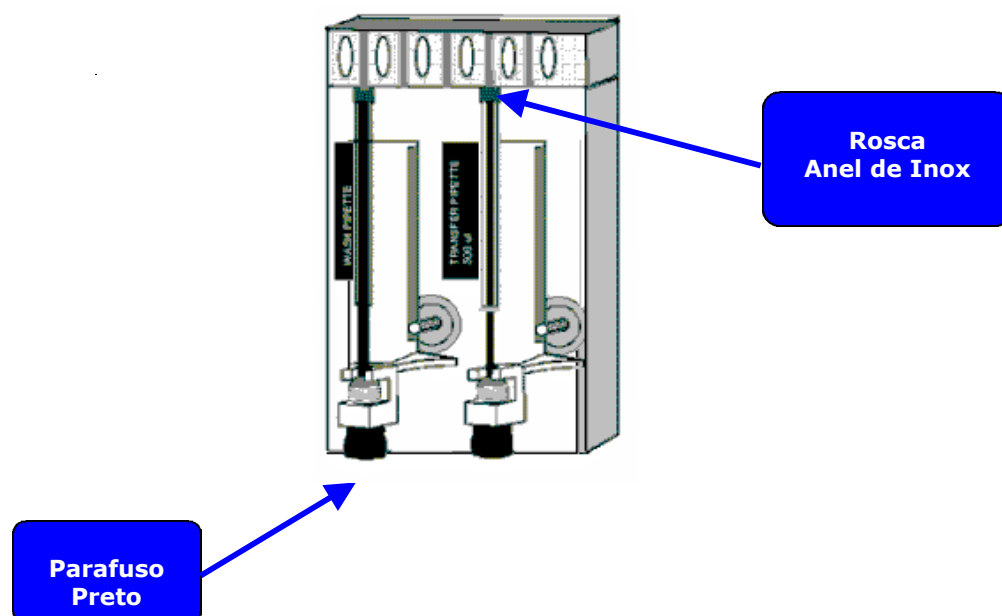

### Figura 3
- Acessar a roda de lavagem abrindo a tampa principal do Cobas Amplicor e levantar o teclado. As ponteiros (agulhas) de aspiração e de ressuspensão ficarão visíveis. (**figura 3**)